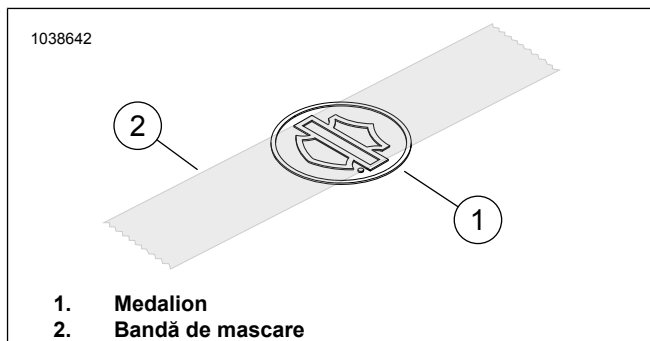

Figura 2. Aplicați bandă pe medalion
2. Figura 2 Plasați o bucată de trei inci de bandă de mascare (2) centrată pe simbolul bară și scut al medalionului (1).
4. Figura 2 Montați medalionul pe suport.